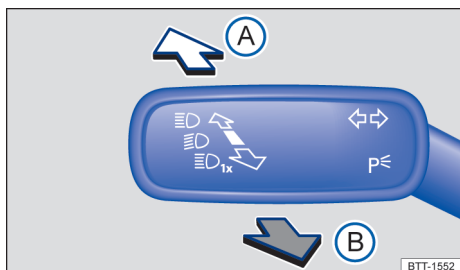

Fig. 86 À esquerda na coluna de direção: alavanca dos indicadores de direção e do farol alto.
- Trazer a alavanca dos indicadores de direção e do farol alto da posição central para a seguinte posição → Fig. 86:
- (A) Farol alto ligado.
- (B) Acionar o sinal de luz ou desligar o farol alto. O sinal de luz se acende enquanto a alavanca é puxada.